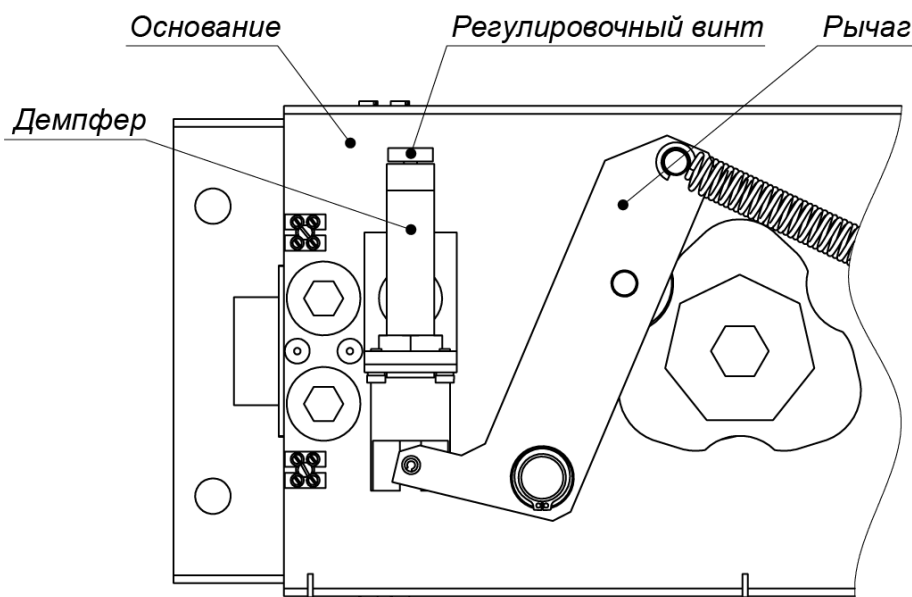

Рисунок 23. Демпфер турникета PERCo-RTD-16.2
1. Снимите крышку (9) с балки привода (8) (см. разд. 6).
2. Отверните шестигранным ключом SW1,5 стопорный винт регулировочного винта демпфера, расположенный на торце регулировочного винта (см. рис. 23).